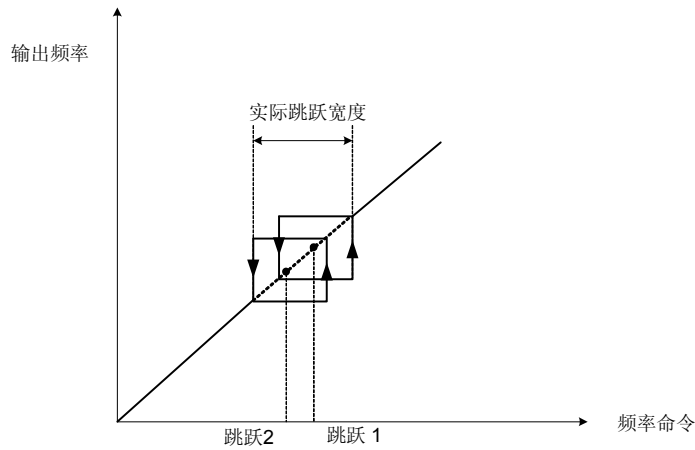

图4.3.84 跳跃频率重迭
- 当所设定的跳跃速度相互重叠，视其总合为跳跃范围，参照下图 4.3.84。